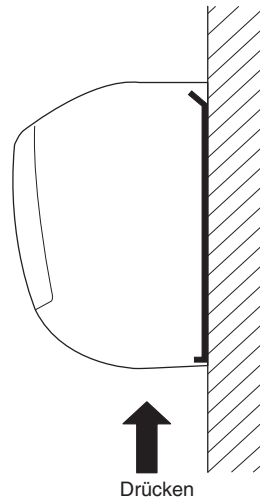

Abb. 3-33
- (3) Die zwei △-Kennzeichnungen am unteren Teil der Inneneinheit drücken und die Ansätze ausrasten lassen. Dann die Inneneinheit hochheben und abnehmen. (Abb. 3-33)